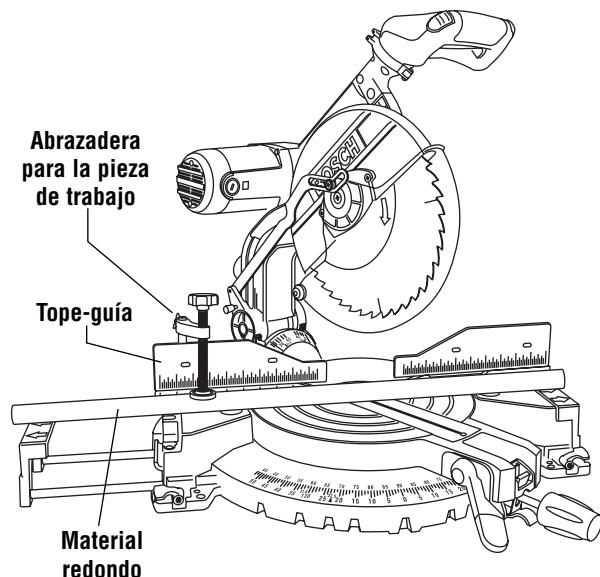

Figura 2. Material redondo
**! ADVERTENCIA** Para material redondo, tal como varillas con espiga o tubos, use siempre una abrazadera o un dispositivo de sujeción diseñado para fijar la pieza de trabajo firmemente contra el tope-guía y la mesa. Las varillas tienen tendencia a rodar mientras son cortadas, haciendo que la hoja "muerda" y tire de la pieza de trabajo con la mano del operador hacia la hoja (Figura 2).